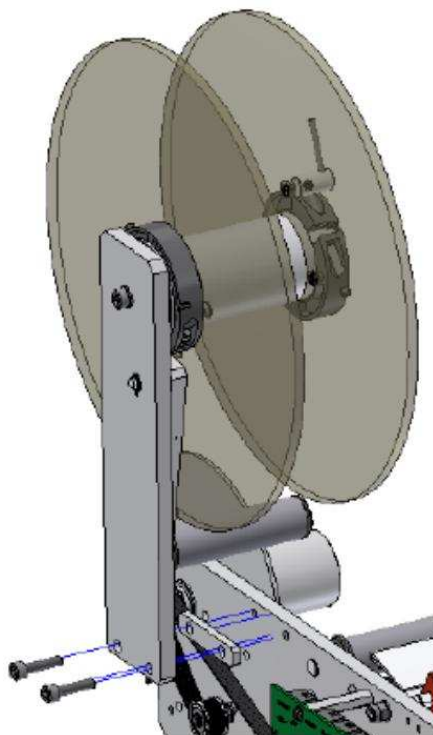

FIGURA 6
- * **Assemblare** il supporto magazzino etichette e le flange come rappresentato nella figura 6, utilizzando le due viti e il distanziale in dotazione.